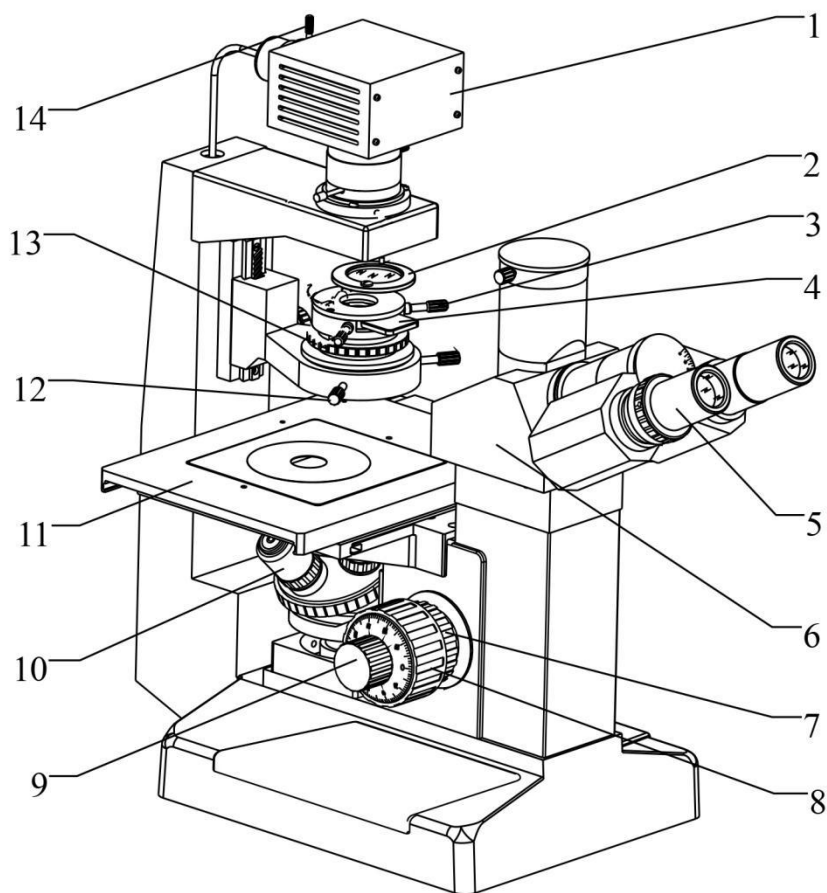
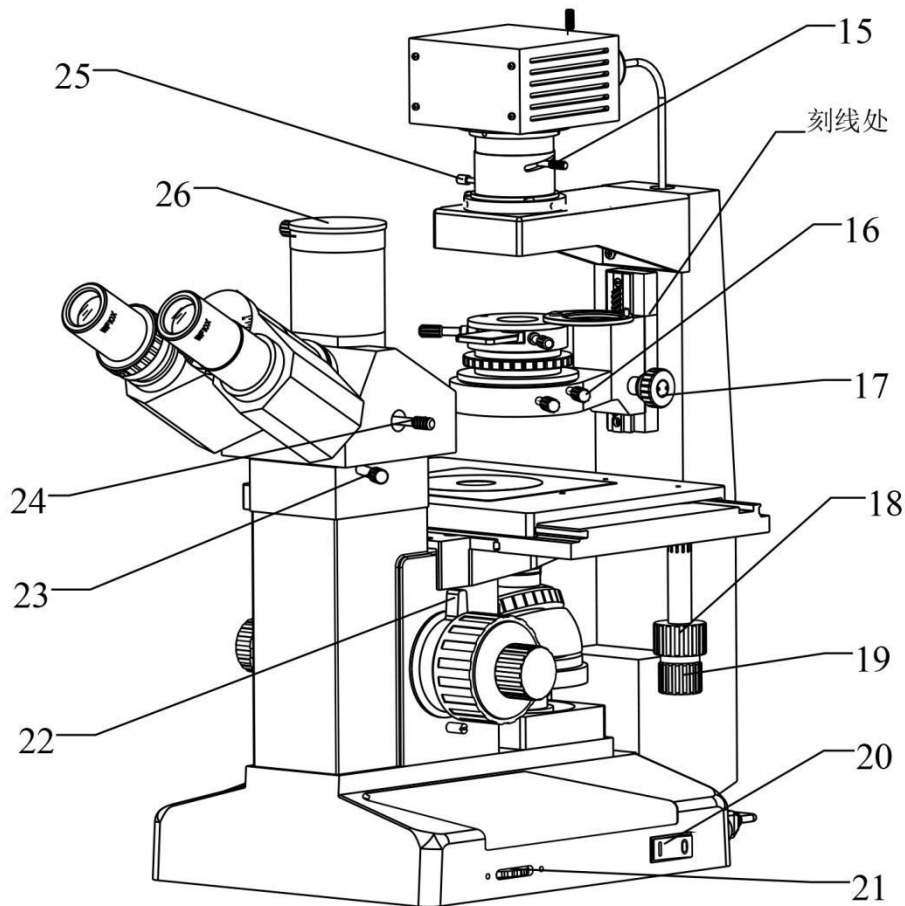
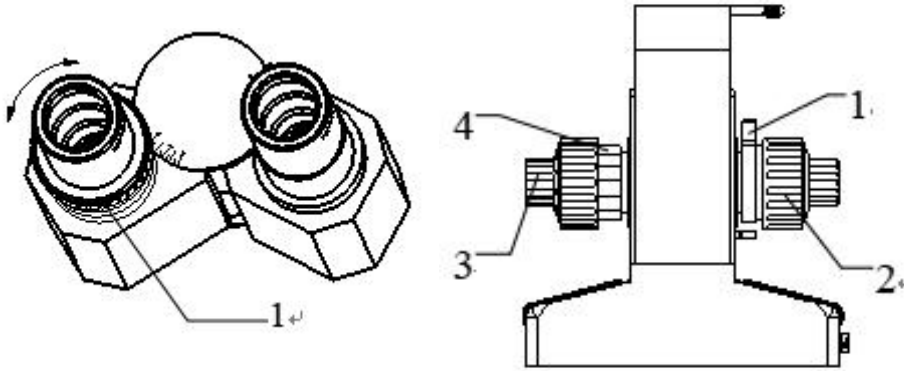
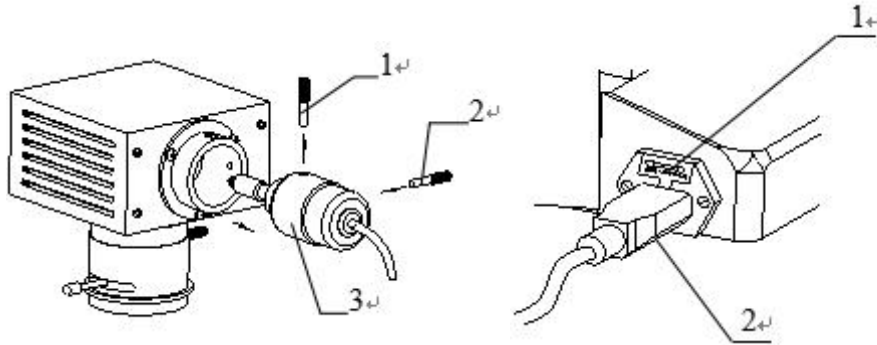

图 3.1
图 3.2
图 4.1
图 4.4
微流控成像系统 ZX-500 的组成部件见图 3.1 和图 3.2 所示：
- (1) 将聚光镜组装在升降托架上，用聚光镜固紧螺钉 16 固紧聚光镜。插上电源，将电源开关 20 按向“T”一边，接通电源。（图 3.2）
- (2) 将标本放在载物台上，10×物镜转入工作位置，对标本调焦。
- (3) 调节眼瞳间距和视度。
- (4) 调节聚光镜的升降位置、亮度调节旋钮 21 和孔径光阑转环 13，以达到满意的照明状态。（图 3.1、3.2）
- (5) 转换不同倍率物镜时，需用微动调焦手轮 9 稍作调节。（图 3.1）
将标本放在载物台上，用物镜对标本调焦，按（图 4.1）所示调节双目头的间距至双眼观察到左右两视场合成一个视场。
将标本放在载物台上，40×物镜转入工作位置，先用右眼观察，旋转粗/微动调焦手轮，将标本像调清晰，然后用左眼观察，不转动粗/微动调焦手轮，转动视度调节圈 1，使标本像清晰。（图 4.1）
同轴同导轨的粗/微动调焦机构，调节松紧手轮 4 用于粗动调焦手轮 2 调校松紧时使用，以防产生载物台下滑。同时还带有限位装置，限位固紧手柄 1 只要在已调整好的高度上旋紧定位，便可防止物镜和标本相撞；3 为微动调焦手轮。（图 4.1）
旋转聚光镜升降手轮 17，使长工作距离聚光镜移到刻线处，在滤色片座上放一张白纸，旋松灯座固紧螺钉 2(图 4.4)，移动灯座调节手柄 14 和集光镜调节手柄 15，使灯丝成象在白纸上，旋紧灯座固紧螺钉 2，使灯泡位置固定。(图 4.1)
将 10×物镜转入工作位置，用 10×目镜观察，转动粗/微动调焦手轮 8 和 9，使标本成象清晰，转动视场光栏调节手柄 25，使视场光栏关小，旋转聚光镜升降手轮 17，使视场光栏成象，然后用聚光镜调节螺钉 12 使视场光栏与目镜光栏同心，旋转视场光栏手柄使视场光栏比目镜视场光栏稍大即可使用。(图 4.1)
旋转孔径光栏转环 13，使其与物镜的数值孔径相匹配，以获得衬度好的图象和满意的照明。(图 4.1)
将电源开关 20 按向“ I ”一边，接通电源，调节亮度旋钮 21，使两眼能舒适地观察标本的像。(图 4.1)
使用超长工作距离聚光镜时，旋松聚光镜固紧螺钉 16，取出长工作距离聚光镜，再装入超长工作距离聚光镜，固紧聚光镜固紧螺钉 16，旋转聚光镜升降手轮 17，使聚光镜的光斑在标本上聚焦成亮点。(图 4.1)
- (1) 按步骤 4.7 的“视场光栏调节方法”调节视场光栏，使长工作距离聚光镜移到相应位置。
- (2) 将环形光栏板 4 插入聚光镜，旋转孔径光栏转环 13，使孔径光栏开至最大；(图 3.1)
- (3) 将对应倍数的相衬物镜转入工作位置；
- (4) 取出一只目镜，把对中望远镜插入目镜管，调节对中望远镜，使物镜内的相板和环形光栏板 4 成像清晰；(图 4.1、4.3)
- (5) 调节聚光镜上的环形光栏调节螺钉 3，使环形光栏的亮环与物镜内的相板暗环重合；(图 4.1、4.3)
- (6) 取出对中望远镜，插入目镜即可进行相衬观察。注意：每个相衬物镜进行相衬观察都要进行环形光栏对中校正。
灯泡和保险丝的更换如图 4.4 所示。
- (1) 拔出电源线插头；
- (2) 更换灯泡时，松开灯座固紧螺钉 2 和灯座调节手柄 1，将整个灯座 3 拔出；
- (3) 取下旧灯泡，换上新灯泡，并用酒精将新换灯泡擦拭干净；
- (4) 将灯座按原位置插入，重新接通电源，移动灯泡调节手柄 1，观察照明是否均匀，然后用灯座固紧螺钉 2 固紧；
- (5) 拔出电源插头 2，取下保险丝座 1，换上新的保险丝，插入保险丝座和电源线(图 4.4)。